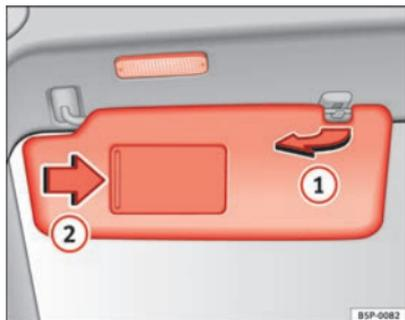

Fig. 80 Pala de sol do lado do condutor
As palas de sol do condutor e do passageiro podem ser desencaixadas dos seus suportes no centro do veículo e viradas para o lado da janela ⇒ Fig. 80 ①.